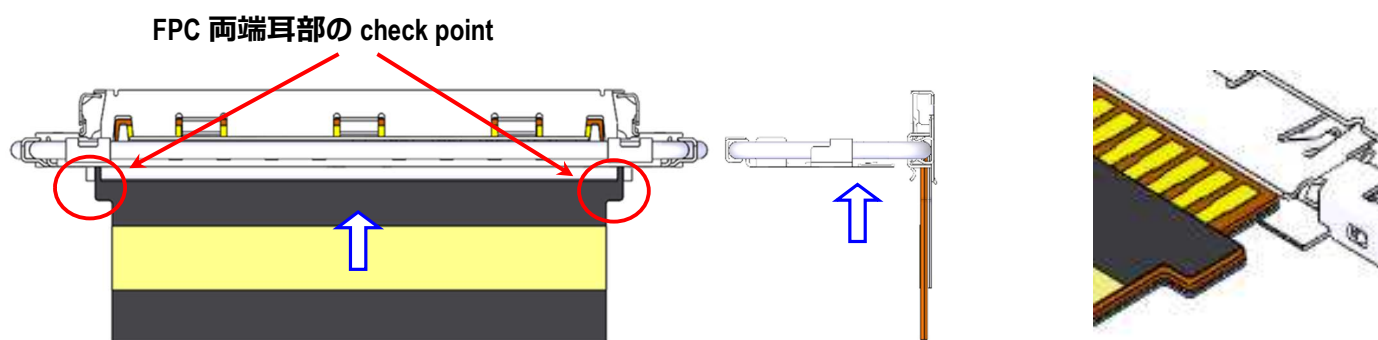

図 5. FPC 仮挿入位置 check point(両端耳部)
- ② 図 5 の様に、FPC 両端耳部が SHELL に入るまで仮挿入した後、SHELL 下面に沿わせながら奥まで水平に挿入する。